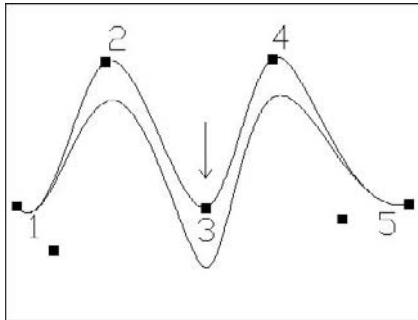

Fig.4.31
- **Poids** (Weight) : permet de modifier le poids relatif du point de contrôle sélectionné. Plus le poids est élevé, plus le point de contrôle exercera une traction sur la spline (fig.4.31).